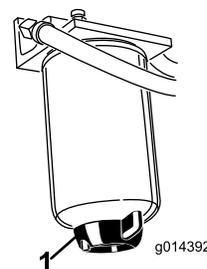

Figure 47
Vidangez chaque jour l'eau ou autres impuretés qui se trouvent dans le séparateur d'eau (Figure 47). Changez la cartouche du filtre toutes les 400 heures de fonctionnement.
- Dévissez le bouchon de vidange en bas de la cartouche du filtre (Figure 47).